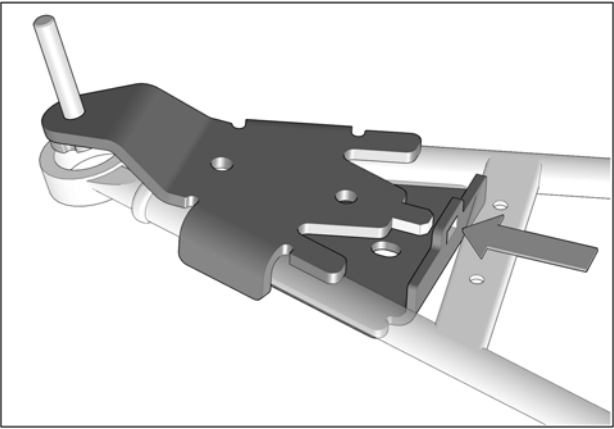

Fig. 18
6. Glisser la mortaise de la partie supérieure sur le tenon à l'arrière de la partie inférieure. Fig. 18